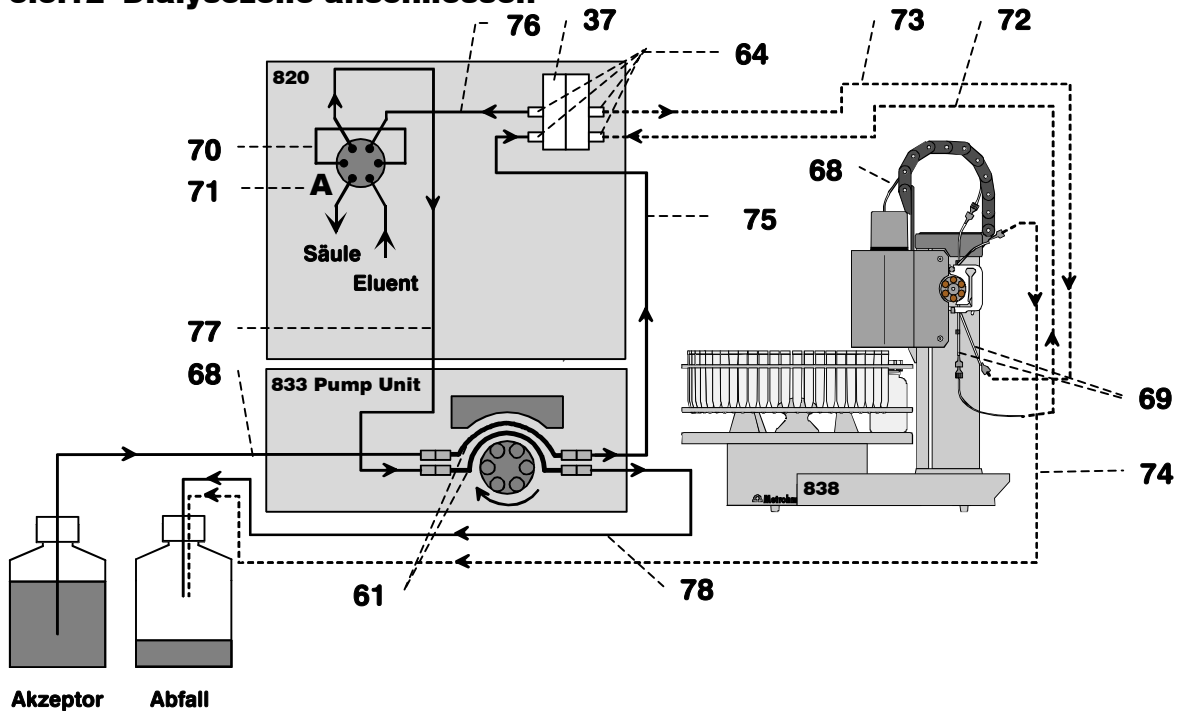

Abb. 24 Kapillarverbindungen für die Dialyse
- Die beiden Ansaugschläuche **68** und **72** (siehe *Abb. 24*) in die Akzeptorlösung (entgastes Reinstwasser) tauchen.